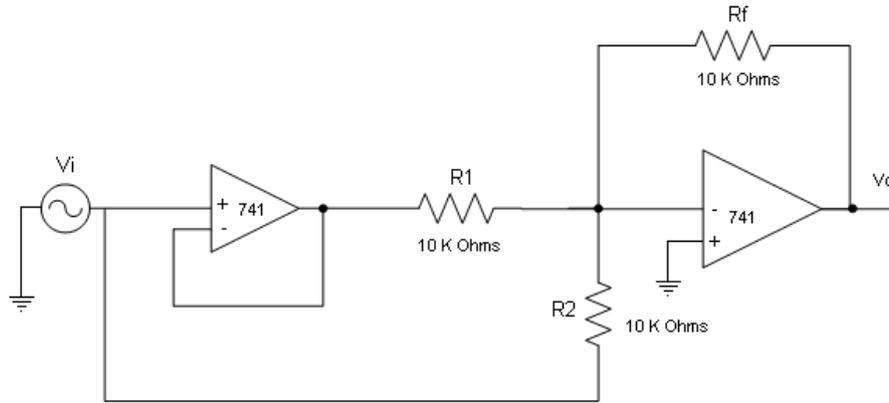

Figura 2) Amplificador sumador inversor con un seguidor de voltaje a la entrada.
- 1) Armar el circuito de la figura 2, polarizarlo adecuadamente y aplicarle una señal de entrada senoidal: